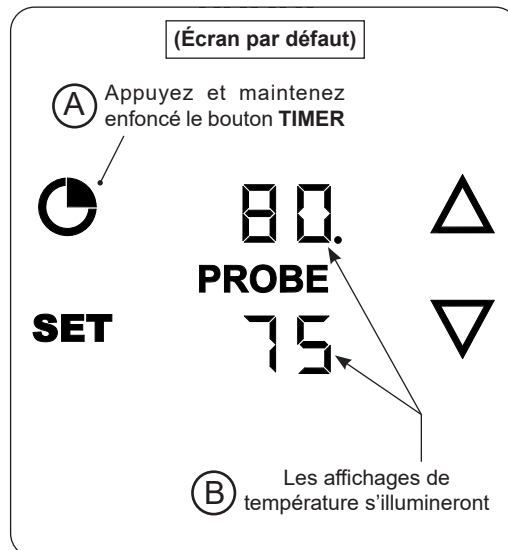

Fig. 35-1 Turn on thermometer/Thermostat
3. Appuyez et maintenez enfoncé le bouton **TIMER** (Fig. 35-1, A) jusqu'à ce que le reste des affichages s'allume (Fig. 35-1, B). Il s'agit de l'**écran par défaut**. L'écran par défaut affiche vos températures. L'affichage supérieur est la température de cuisson, et l'affichage inférieur est la température de la sonde à viande (si elle est branchée).